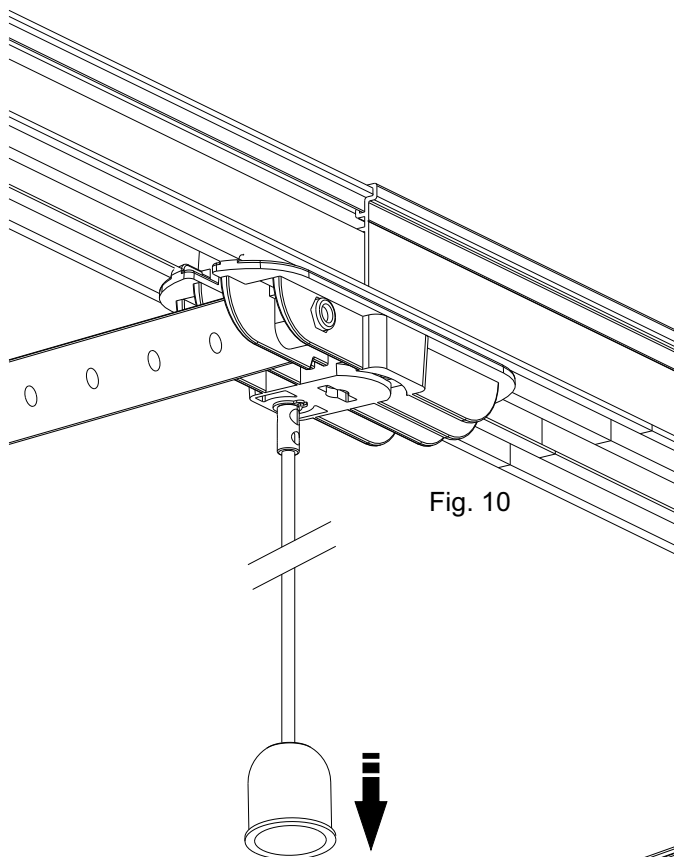

Fig. 10
- Tirare il pomello di sblocco e aprire manualmente la porta (Fig. 10).